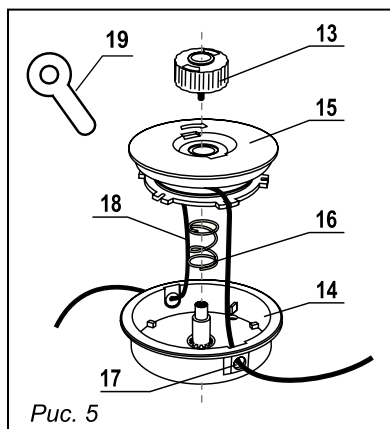

Рис. 5
5.3. Замена лески триммерной (рис. 5)